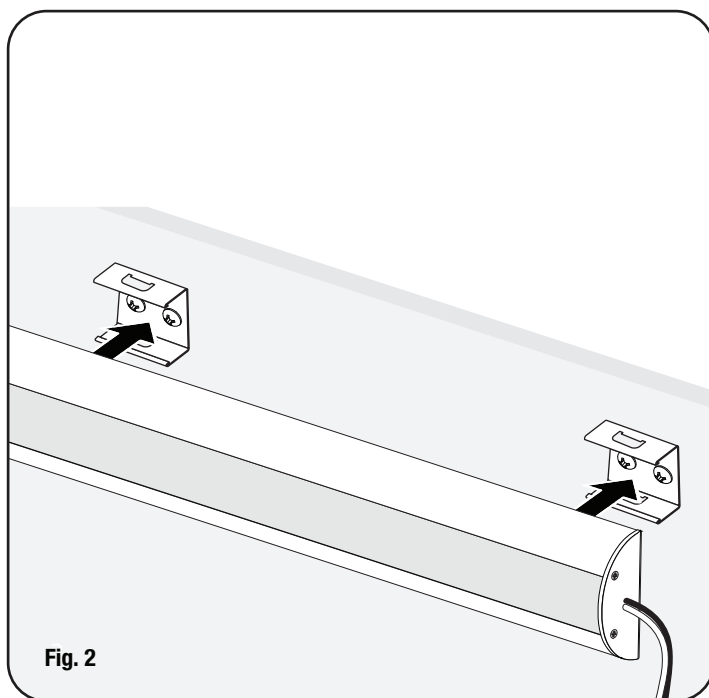

Fig. 2
2. Install clips into the opening using the provided screws (Fig. 2).
2. Installer les agrafes dans l'ouverture à l'aide des vis fournies (Fig. 2).
2. Clip the assembled luminaire into the clips (Fig. 2).
2. Fixer le luminaire assemblé dans les agrafes (Fig. 2).
2. Fixer le luminaire assemblé dans les agrafes de fixation. (Fig. 2).